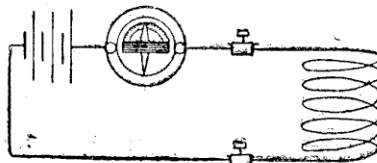

Fig. 1.
7. — a) *Mauvais isolement des bornes de la dynamo.* — L'isolement des bornes se vérifie à l'aide d'une pile et d'un galvanomètre. La pile P (fig. 1) se compose de trois ou quatre éléments Leclanché, montés en tension; un des pôles de la pile est mis en
17. — *a) Interruption dans le circuit des inducteurs.* — On retrouve facilement ce dérangement en vérifiant séparément chaque bobine à l'aide de la pile et du galvanomètre ou d'une sonnerie, disposés comme le montre la figure 1 ; bien entendu, il faut, au préalable, détacher les extrémités de chaque bobine. La bobine qui aurait une interruption dans son circuit ne donnera pas de déviation, si on fait usage d'un galvanomètre, ou la sonnerie ne fonctionnera pas si on emploie cet instrument à la place d'un galvanomètre.
essayant chaque bobine séparément avec la pile et le galvanomètre (fig. 1), après avoir détaché toutes les communications des bobines avec le collecteur. Si une des bobines, essayée dans ces conditions, ne donne pas de déviation, c'est qu'il y a rupture du conducteur.